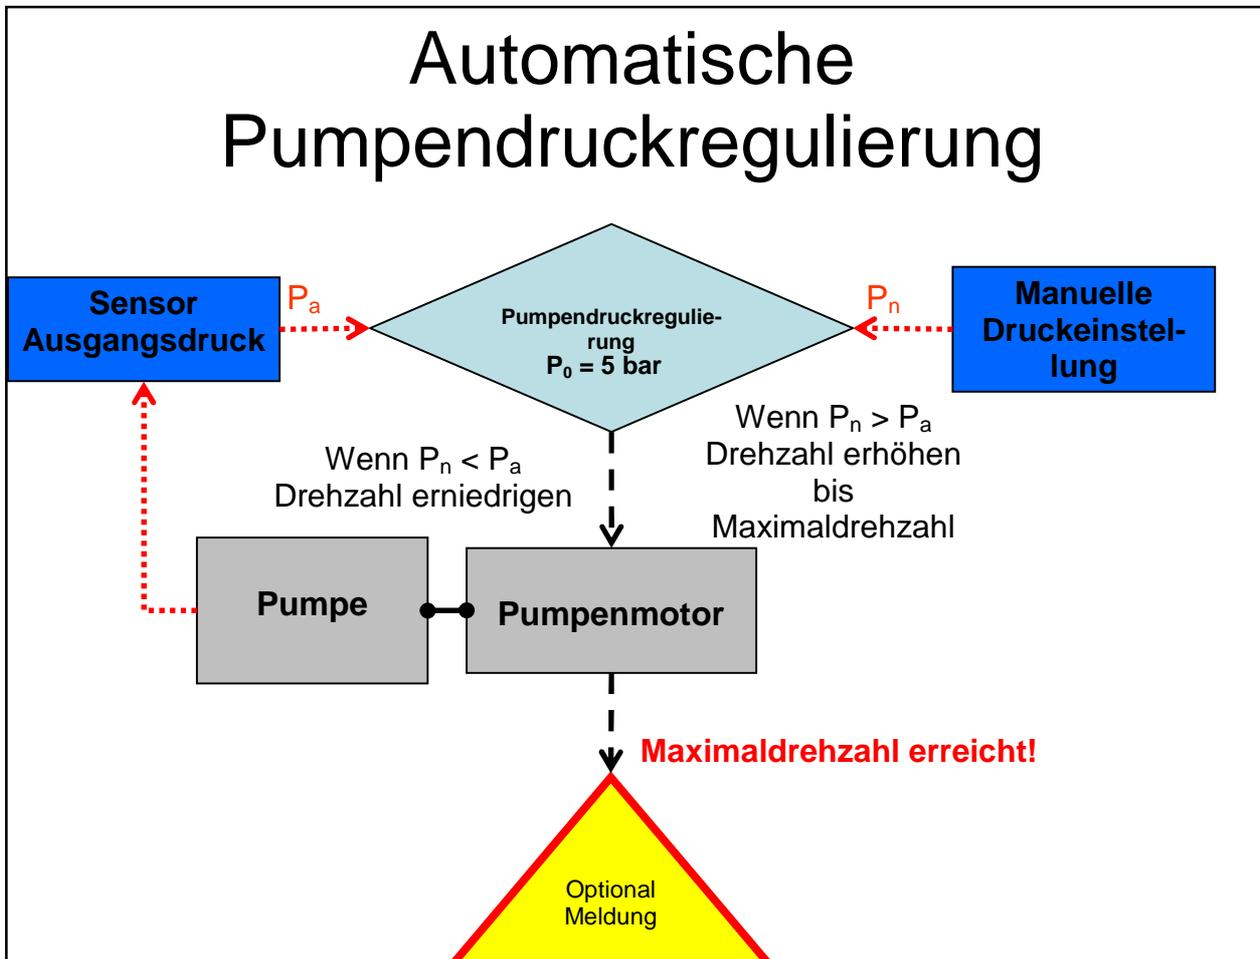

Abb. 3: Prinzip der automatischen Pumpendruckregelung
- Sollausgangsdruck ist fest vorgewählt auf 5 bar und wird automatisch bei Wahl der entsprechenden Betriebsart (Saugen/Tankbetrieb) eingeregelt. Dabei überwachen Sensoren die tatsächlichen Druckverhältnisse in der Pumpe und regeln die Drehzahl des Antriebsmotors (Prinzip siehe Bild 3). Der vorgewählte Sollausgangsdruck ist im Steuerprogramm hinterlegt. Sonderausstattung, so geeignetes Werkstattpersonal vorhanden: Der vorgewählte Sollausgangsdruck muss